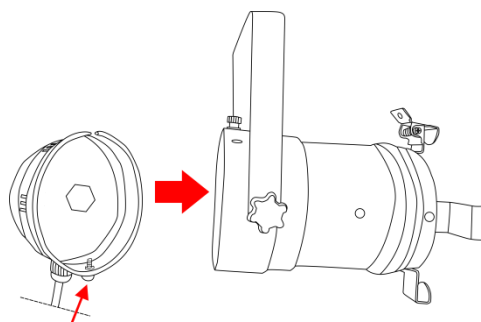

Fig. 06
- 05) Rimontare il coperchio posteriore della lampada (Fig. 06). Assicurarsi che la vite situata nella parte inferiore del coperchio posteriore sia inserita nel foro presente nella parte inferiore del coperchio anteriore.